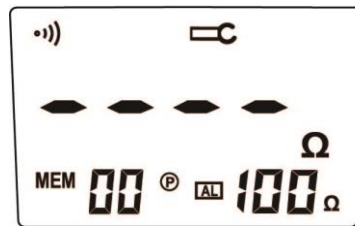
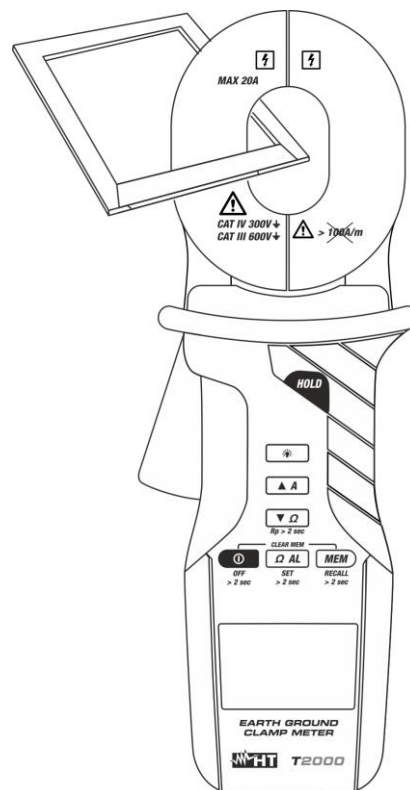

Fig. 7
Fig. 8: Medição de resistências do circuito de teste
3. Abrir o toroide (no display será apresentado o ecrã da Fig. 7) e inserir um dos anéis de teste fornecido (ver a Fig. 8).
3. Abrir o toroide suavemente (no display será apresentado o ecrã da Fig. 7) e inserir o dispersor a medir e ler o resultado no display.